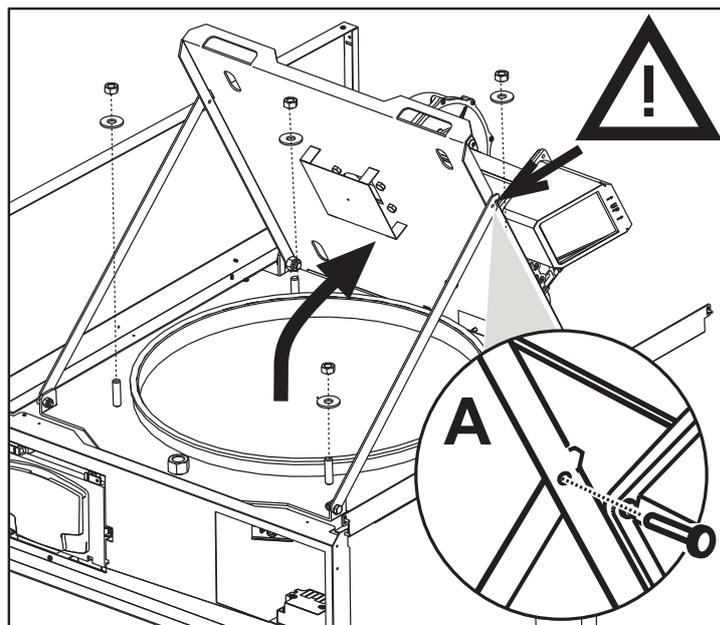

fig. 69
2. Togliere i quattro dadi e rondelle (fig. 69).
3. Aprire la porta bruciatore (fig. 69).
⚠ Dopo aver aperto la porta bruciatore e averla agganciata ai braccetti di supporto è obbligatorio inserire un perno nel foro di sicurezza (rif. A - fig. 69), in modo da evitare il rischio di sgancio accidentale durante le operazioni di manutenzione.